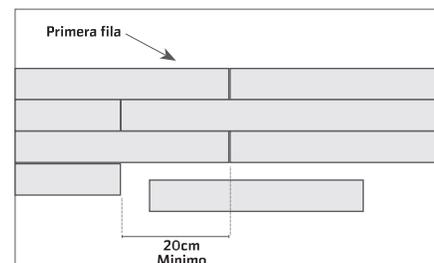

Figura 5
- Mantenga un espacio de 20 cm entre las juntas de los extremos después de las primeras cuatro filas para una mejor apariencia (Figura 5).